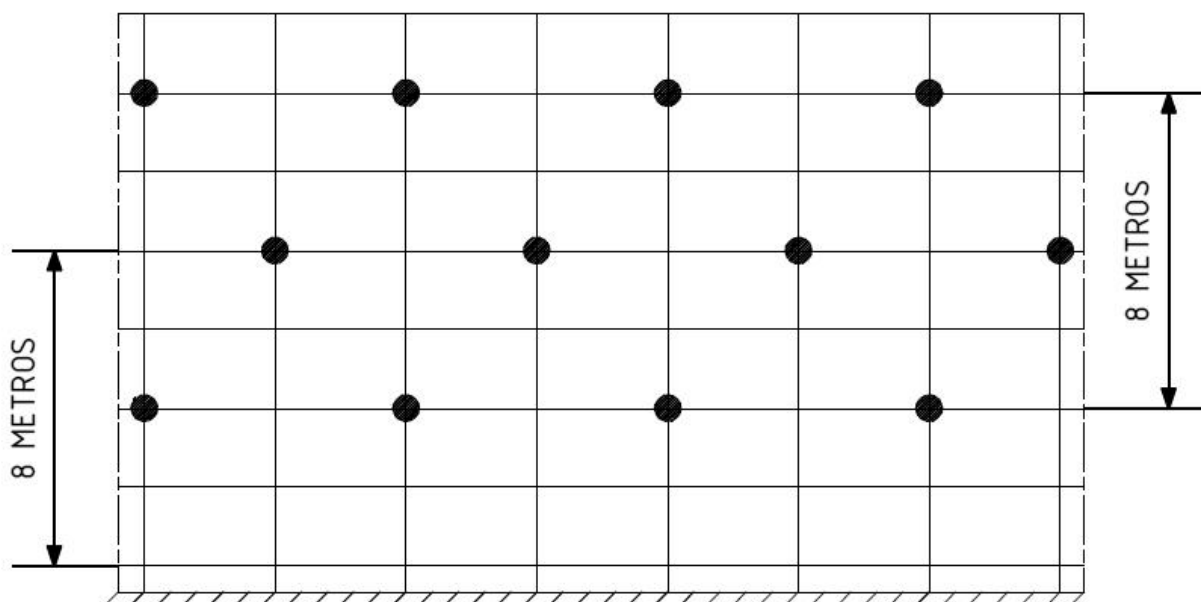

Figura 9
Os pontos de fixação à parede “âncoras ou amarras” ((15) (Figura 9)) devem ser colocados de forma a não invadir a área de trabalho do andaime quando:
- 1) A primeira amarração ficando  $\approx$  a 3.8 metros do solo (Figura 9).